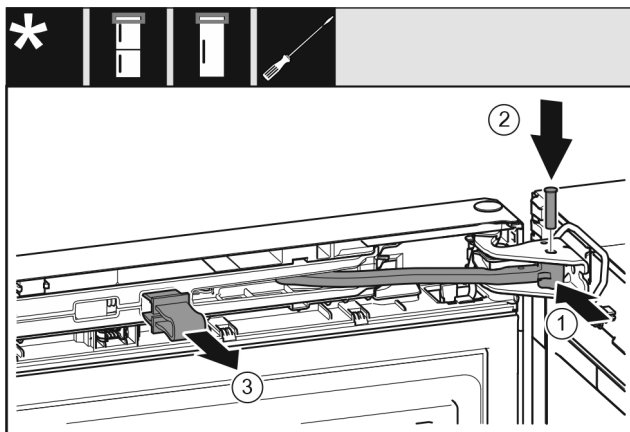

Fig. 50
- ▶ Поверніть шарнір в опорному кронштейні. Fig. 50 (1)
- ▶ Встановіть гвинт в опорний кронштейн та шарнір. При цьому виступ фіксатора повинен займати правильне положення в пазу. Fig. 50 (2)
- ▶ Зніміть запобіжник. Fig. 50 (3)